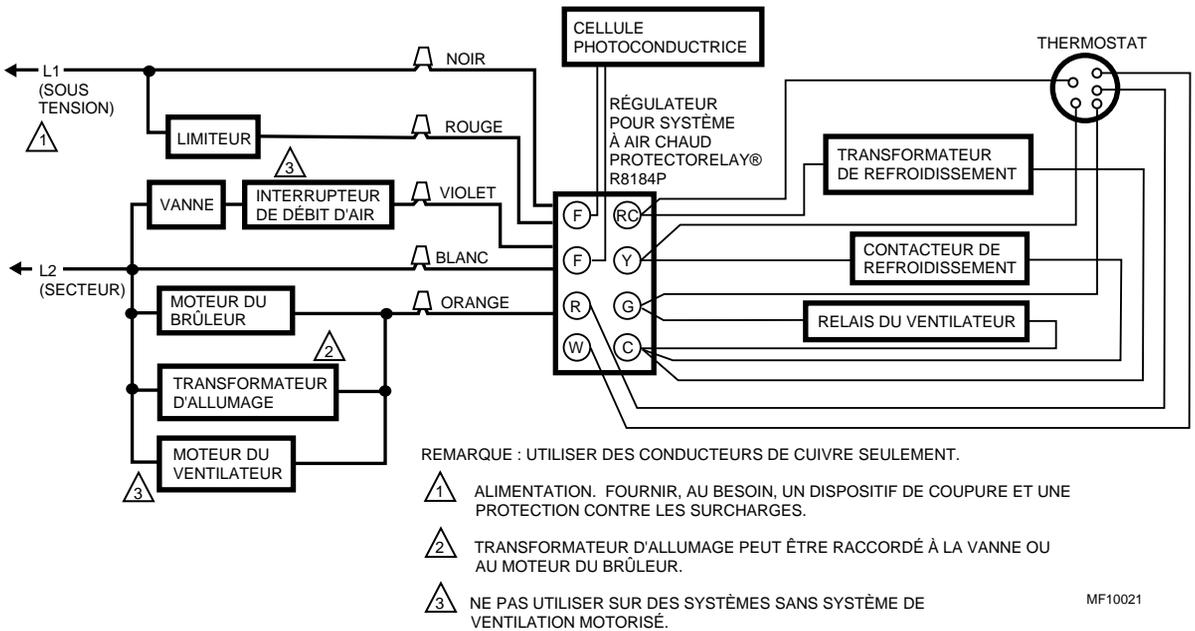

Fig. 9. Raccordement type pour le R8184P pour système à air chaud.
- R8184P, raccordement pour système à air chaud. Raccorder les conducteurs de la cellule photoélectrique aux bornes F-F et le thermostat aux bornes R-W. Voir Fig. 9.